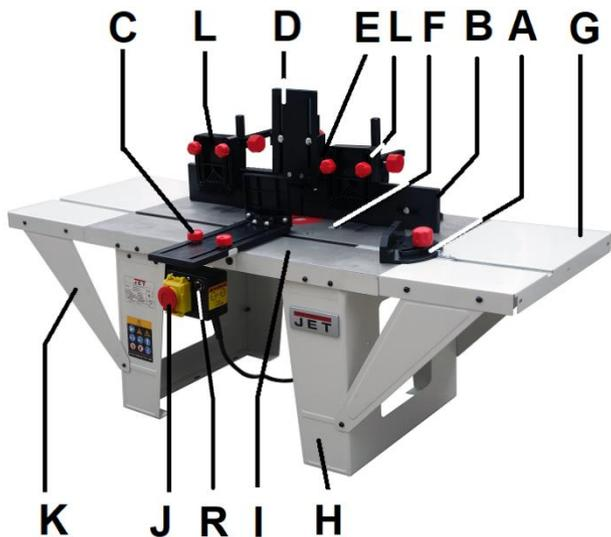

Рис. 1
Прикрепите переключатель (J, Рис. 1) с помощью 2 винтов.
Прикрепите удлиннения стола (G, Рис. 1) и опоры (K) с помощью прилагаемых болтов и гаек.